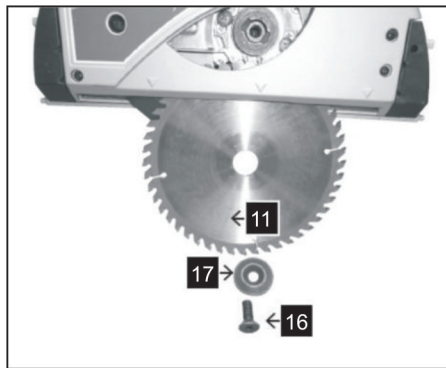

Рис. 4
4. Снять прижимную шайбу (поз. 17, Рис. 4) и пильный диск (поз. 11, Рис. 4).